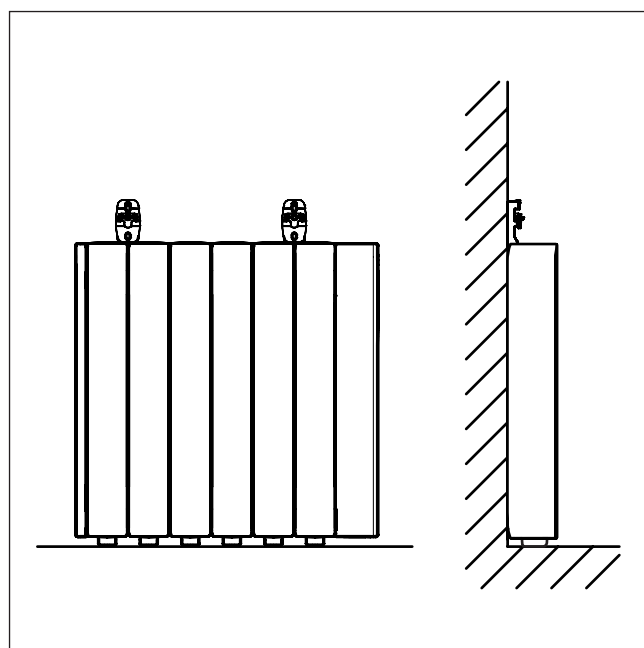

Figure 1
- Poser l'émetteur au sol, contre le mur, comme indiqué sur la Figure 1, mettre les supports sur la batterie (sur les modèles de 3, 4, 6 et 8 éléments, entre le premier et le deuxième élément (voir Fig. 1) et sur les modèles de 10, 12 et 13 éléments, entre le deuxième et le troisième élément des deux côtés).